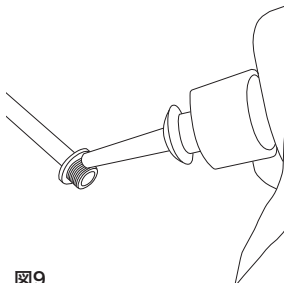

図9
- ボルトを取り付ける前に、低強度のロックタイト222をねじ山に塗布することをお勧めします (図9)。